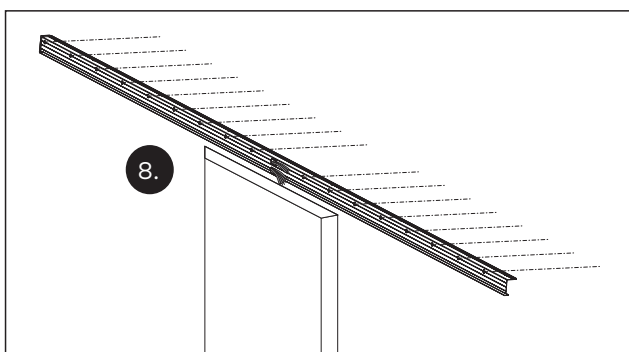

Abb. 11 Den Montagewinkel festschrauben
8. Den Montagewinkel festschrauben (Abb. 11).